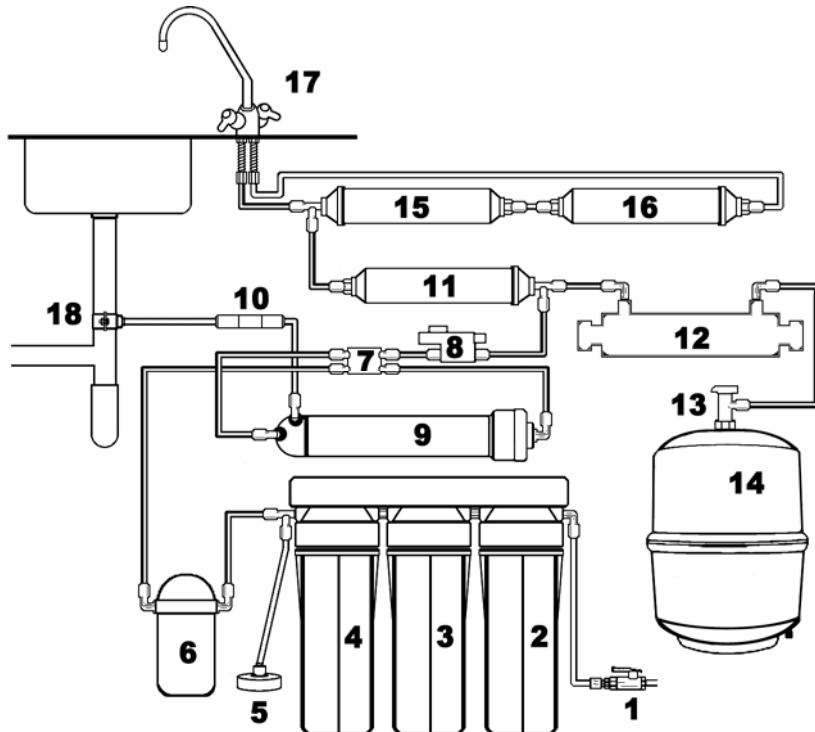
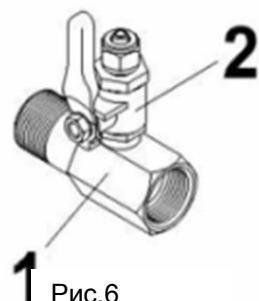

Рис.1
Рис.6
Типовая конструкция и схема монтажа обратноосмотической системы приведена на рис.1:
упаковки и вставьте ее в соответствующий корпус **9, Рис.1**, который расположен горизонтально на кронштейне. При этом необходимо отсоединить от его крышки
3.7. Установка тройника подключения (1, Рис.1, Рис. 6).
- Вмонтируйте в существующую систему подачи **ХОЛОДНОЙ ВОДЫ** тройник 1, рис. 6. (Если в данном подключении используются резиновые уплотнительные прокладки, нет необходимости дополнительно уплотнять соединение лентой фум)
- Далее произведите подсоединение холодного канала существующего смесителя и шарового крана 2, рис.6 из монтажного набора к фильтру, предварительно уплотнив соединение лентой фум, установите его в положение "Закрыто".
3.8. Подсоедините трубкой из монтажного комплекта фильтра выход шарового крана тройника 1, Рис.6 к входу фильтра (IN).
3.11. Подсоедините трубы к крану "чистой воды" **17**. Отмерьте необходимое количество гибкого шланга от конца резьбы крана чистой воды (**17**, Рис.1) до выхода из угольного пост-фильтра AC-1L-GAC (**11**, Рис.1), а для модели RO-7 и другой отрезок шланга до выхода из корпуса биокерамики AC-1L-BIO (**16**, Рис.1).
3.11. Для промывки первых трех ступеней в фильтре с установленным загрузочным насосом высокого давления (6,рис.1) рекомендуется:
- Отсоединить от тройника, вмонтированного после третьей ступени фильтра присоединительную трубку, идущую на вход насоса **6**, рис.1.
- К освободившемуся разъему подсоединить трубку идущую от хомута **18**, рис.1 смонтированного на сливной трубе, идущей от раковины